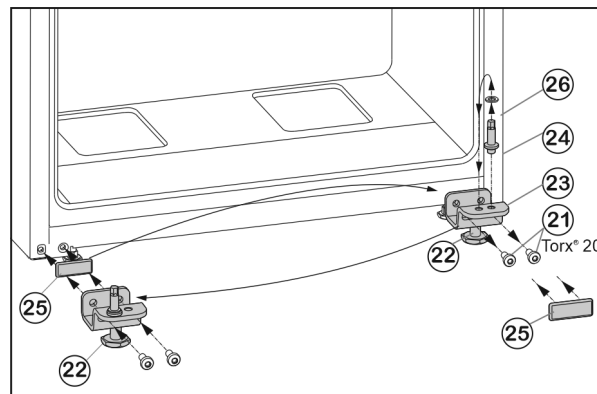

Fig. 6
- ▶ Irrota kiinnitysruuvit Fig. 6 (21).
- ▶ Ota alempi laakerijalusta Fig. 6 (23) kokonaisuudessaan pois yhdessä laakeripultin Fig. 6 (24), levyn Fig. 6 (26) ja säätöjalan Fig. 6 (22) kanssa.
- ▶ Irrota laakeripultti Fig. 6 (24) kokonaan yhdessä levyn Fig. 6 (26) kanssa, aseta se laakerijalustan vastapäiseen kiinnitysaukkoon ja ruuvaa uudelleen kiinni.
- ▶ Irrota suojalevy *Fig. 6 (25)* varovasti ja aseta se vastakkaiselle puolelle.
- ▶ Ruuvaa alempi laakerijalusta *Fig. 6 (23)* uudelleen kokonaisuudessaan kiinni yhdessä laakeripultin *Fig. 6 (24)*, levyn *Fig. 6 (26)* ja säätöjalan *Fig. 6 (22)* kanssa uudelle saranapuolelle käyttäen tarvittaessa apuna akkukäyttöistä ruuvinväännintä (**kiristysmomentti 4 Nm**).
- ▶ Aseta alempi ovi yläkautta laakeripulttien *Fig. 6 (24)* päälle.
- ▶ Aseta keskellä oleva laakerijalusta (13) 180° käännetyinä alempaan oveen ja kiinnitä se kiinnitysruuveilla (11) (2 kertaa Torx® 20) uudelle saranapuolelle (**kiristysmomentti 4 Nm**).
- ▶ Aseta muovilevy (10) takaisin paikalleen.
- ▶ Kierrä säätöjalkaa *Fig. 6 (22)* alhaalla olevassa laakerijalustassa *Fig. 6 (23)* ulospäin, kunnes se koskettaa lattiaa.